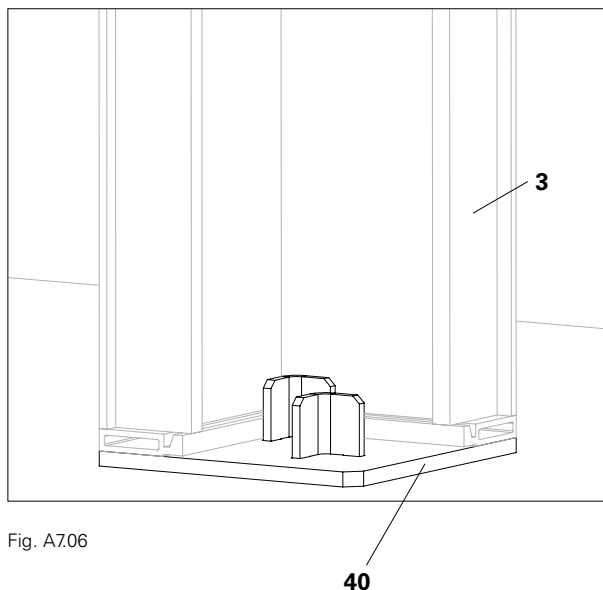

Fig. A7.06
La piastra di allineamento angolo interno UNO Plus (40) viene posizionata sotto il telaio angolare interno (3). (Fig. A7.06)